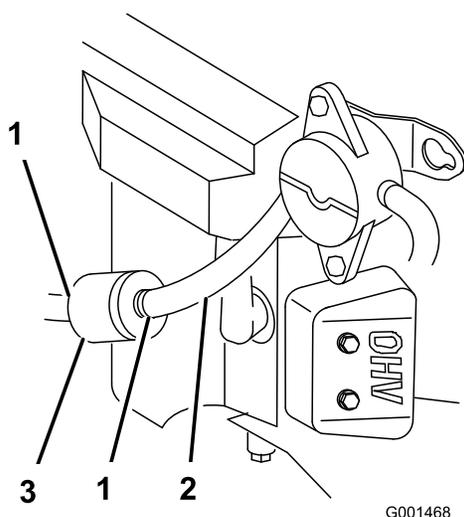

Figura 28
7. Abra la válvula de cierre de combustible del depósito de combustible (Figura 28).
3. Cierre la válvula de cierre de combustible del depósito de combustible (Figura 28).
4. Apriete los extremos de las abrazaderas y deslícelas por el tubo alejándolas del filtro (Figura 28).